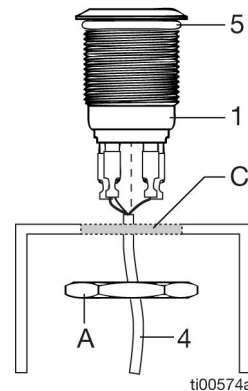

ABB. 2
- Verlegen und sichern Sie den Kabelbaum (4) an einem von der Installationsposition der G3-Pumpe entfernten Ort. Schneiden Sie nicht benötigte Kabelstücke vom Kabelbaum (4) ab.
- Isolieren Sie etwa 2,5 cm der Kabelbaummantels und 0,65 cm des Leiters ab. Installieren Sie mithilfe einer Klemmverbindung Steckanschlüsse (2) an den Leitern (4).
- Führen Sie von der Rückseite der Konsole oder Platte das Ende der Leiter (4) durch die Sicherungsmutter (a) und durch das Loch in Konsole oder Platte (c) (ABB. 2). (Beachten Sie zur korrekten Installation die Position des O-Rings (5).)